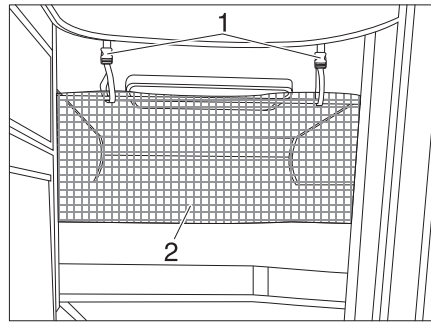

Fig. 160 Rete protettiva
La rete protettiva (Fig. 160,2) è stivata sui modelli di serie tra il materasso e il telaio portamaterasso. Fissare la rete protettiva soltanto dopo che la persona si è già stesa nel letto.
- Fare innestare i nastri di sostegno (Fig. 160,1) nei supporti sul soffitto.